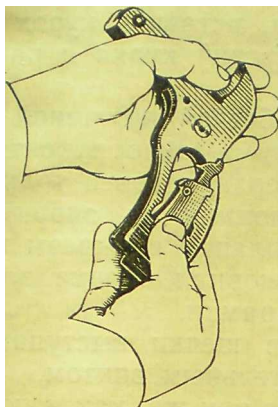

Рис. 24. Отделение спускового крючка с защелкой ствола от рамки
5. **Отделить спусковой крючок с защелкой ствола от рамки:** выбить выколоткой ось спускового крючка, подать крючок назад и вынуть его с защелкой ствола через боковое окно в рукоятке (рис. 24).